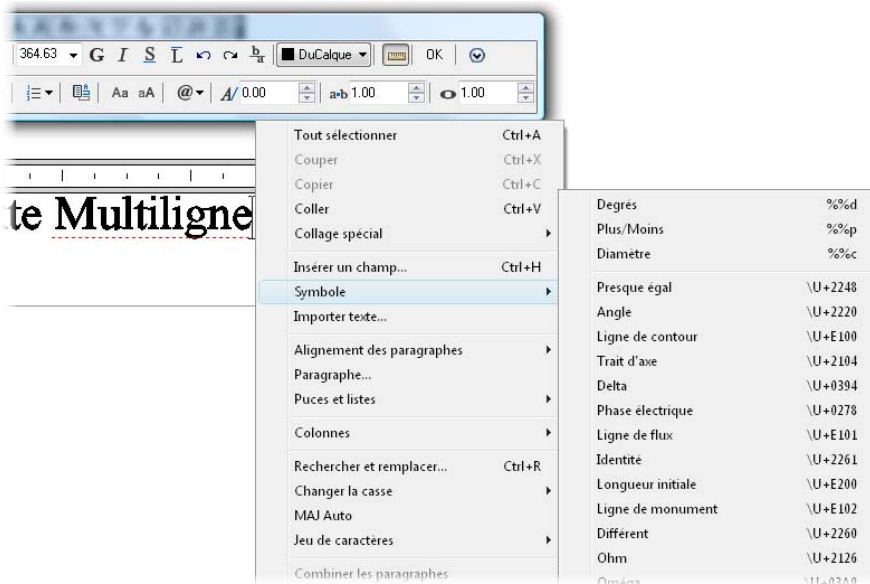

Figure 5.16
4. Une fonction intéressante et très utile dans le cadre de tous les métiers du bâtiment et des travaux publics est l'ajout de caractères spéciaux (voir Figure 5.16). Cliquez du bouton droit dans n'importe quelle partie de l'éditeur pour faire apparaître le menu contextuel. Vous avez alors la possibilité de choisir des symboles et caractères spéciaux à insérer dans le texte (comme pourcentage, degré, angle, symbole plus ou moins, etc.).